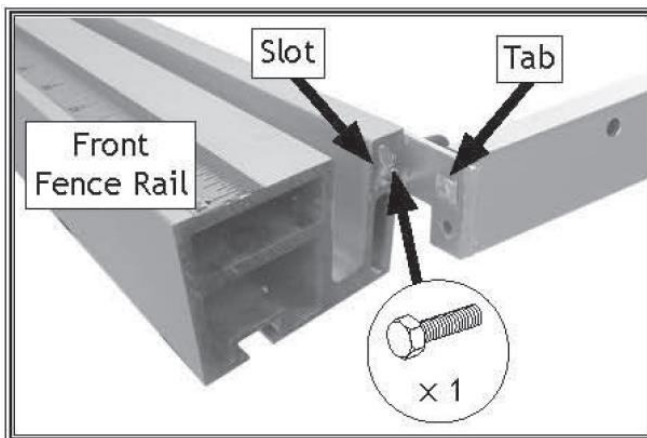

Рисунок 32. Крепление переднего конца направляющей параллельного упора.
29. Вставьте (1) болт с шестигранной головкой M8-1.25 x 16 в передний конец скобы параллельного упора, затем вставьте шестигранную головку и язычок скобы в прорезь в передней направляющей упора (см. рисунок 32). Затяните винт и шестигранную гайку на заднем конце рельсовой скобы ограждения.